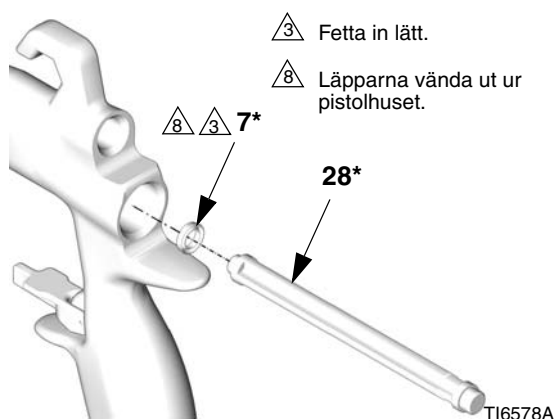

FIG. 41
3. Sätt den nya packboxen (7\*) på sätesmonteringsverktyget (28\*), med läpparna på packboxen vända som i FIG. 41. Tryck in packboxen i bakänden på pistolen tills ett distinkt knäpp känns.